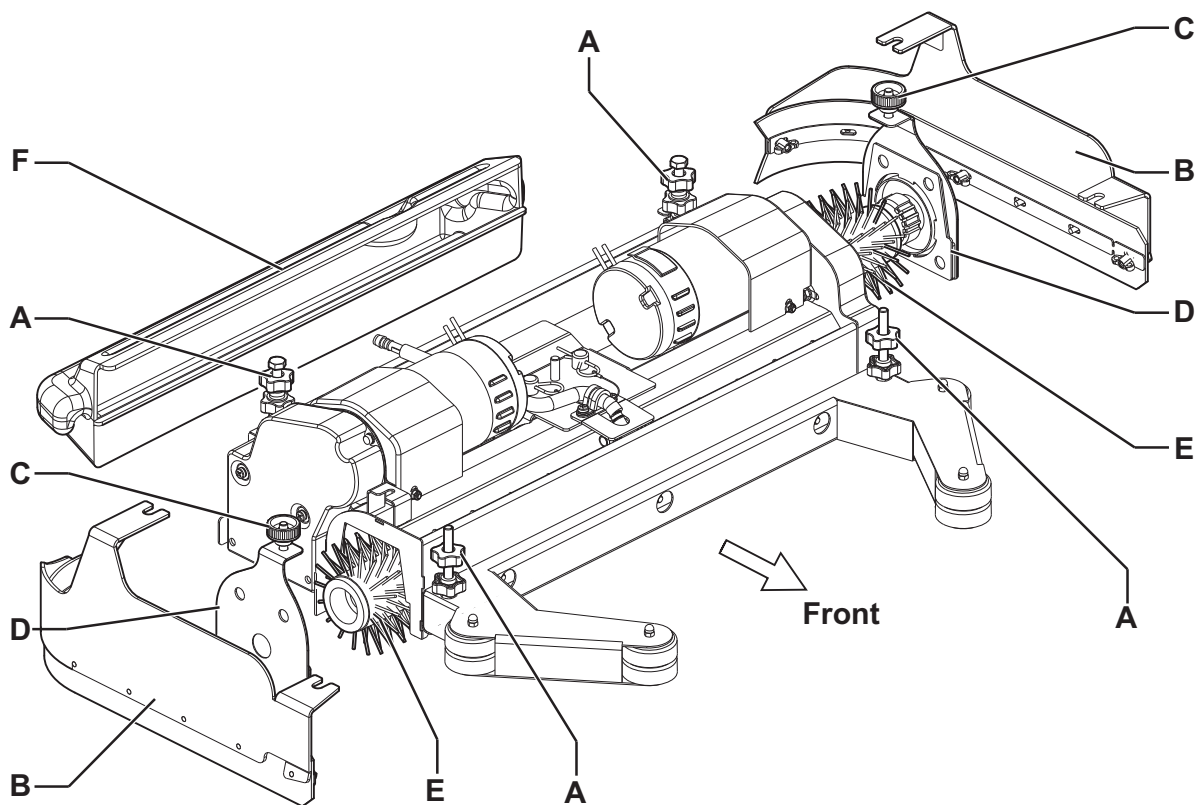

Abbildung 2
2. Den Kopf durch Drücken des Schalters (63) heben.
3. Zündschlüssel (58) in Stellung 0 drehen und abziehen.
4. Auf beiden Geräteseiten Knöpfe (A, Abb. 2) lösen und die seitlichen Schmutzfangklappenaggregate (B) entfernen.
5. Knöpfe (C) aufdrehen und Klappen (D) durch Herunterdrücken der Knöpfe entfernen.
6. Zylinderbürsten (E) einbauen oder Bürsten zur Montage der neuen Bürsten entfernen.